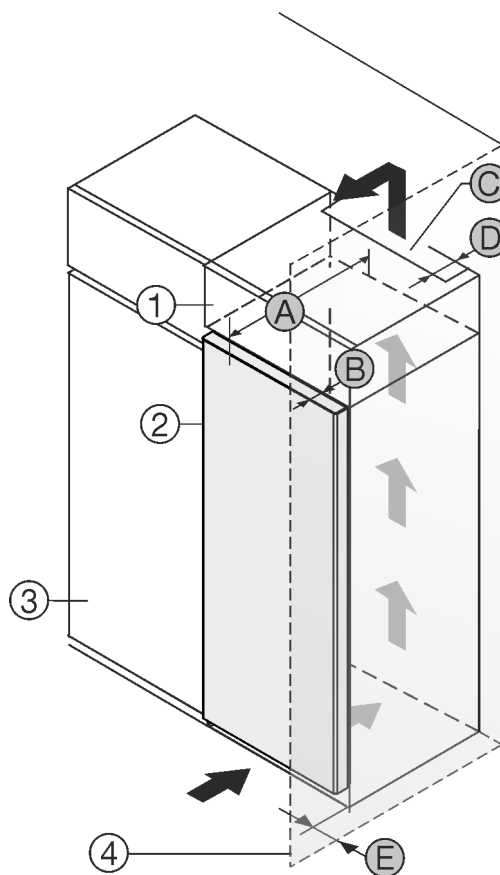

Fig. 1
Zariadenie môžete inštalovať priamo vedľa kuchynskej skrine Fig. 1 (3).
Na zadnej strane nadstavnej skrine musí byť vetracia šachta s hĺbkou Fig. 1 (D) cez celú šírku nadstavnej skrine.\*
Pod stropom miestnosti sa musí dodržať prierez vetracieho otvoru Fig. 1 (C).\*
Ak zariadenie nainštalujete so závesmi vedľa steny Fig. 1 (4), tak vzdialenosť medzi zariadením a stenou musí byť minimálne 13 mm.\*
Ak zariadenie nainštalujete so závesmi vedľa steny Fig. 1 (4), tak vzdialenosť medzi zariadením a stenou musí byť minimálne 20 mm.\*
Aby ste mohli dvere úplne otvoriť, zariadenie musí vyčnievať o hĺbku dverí Fig. 1 (B) prednej časti kuchynskej skrine. V závislosti od hĺbky kuchynských skriň Fig. 1 (3) a použitia dištančných držiakov na stenu môže zariadenie prečnievať ešte viac.\*